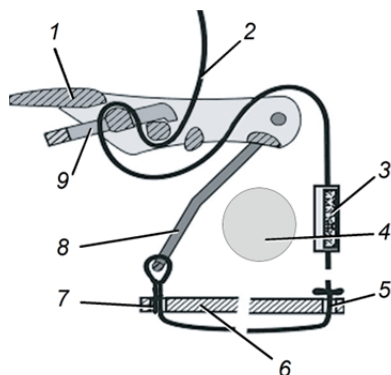

Bild 42 Lång flaskkrem
- (1) Trä först flaskkremmen (→ Bild 42) genom springan i ryggplattan (på utrustningshållarens högra sida), sedan genom den vänstra springan i ryggplattan och sedan genom flaskhållaren - justera flaskhållarens vertikala läge.
- (2) Tryck på kardborrbandet på flaskkremmen med den mjuka sidan utåt